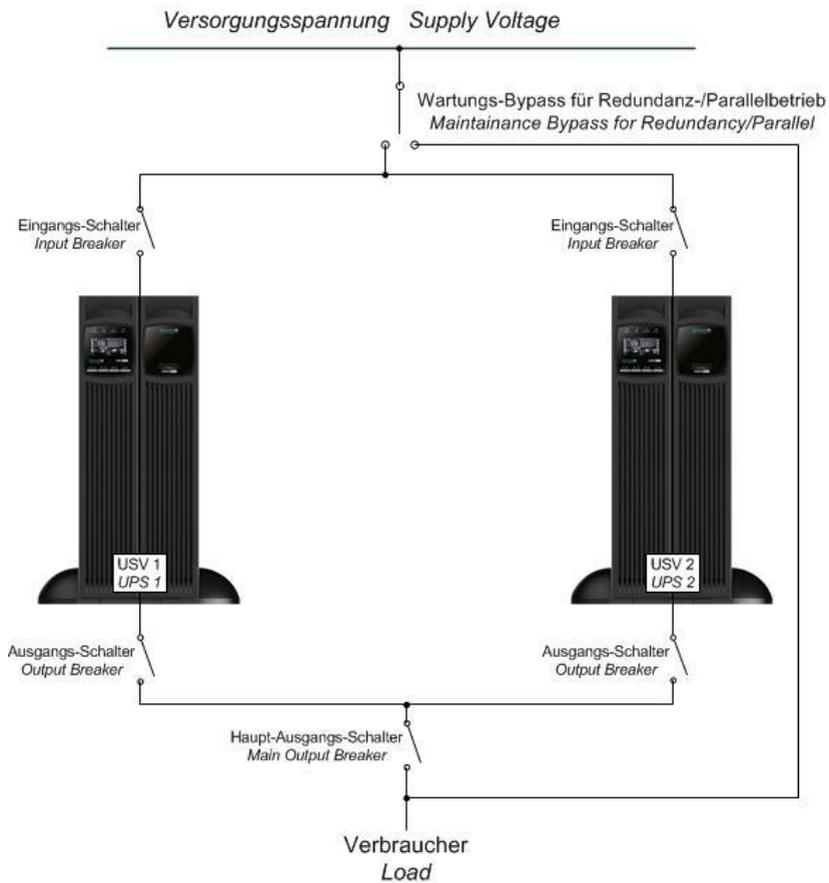

Figura 13: Schema a blocchi per collegamento in parallelo
3. Inoltre, ONLINE raccomanda l'installazione di un bypass di manutenzione supplementare (non incluso) per l'insieme (cfr. Figura 13: *Schema a blocchi per collegamento in parallelo*).